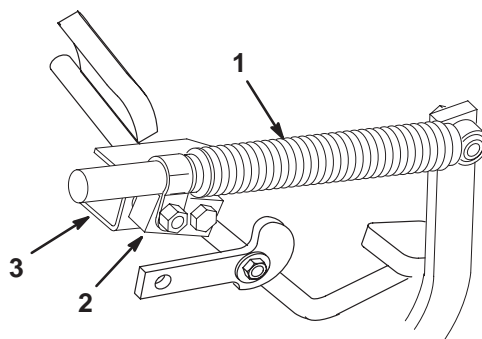

**Figure 60**
2. Desserrez les écrous de blocage aux extrémités de la tige de déplacement (Fig. 60).